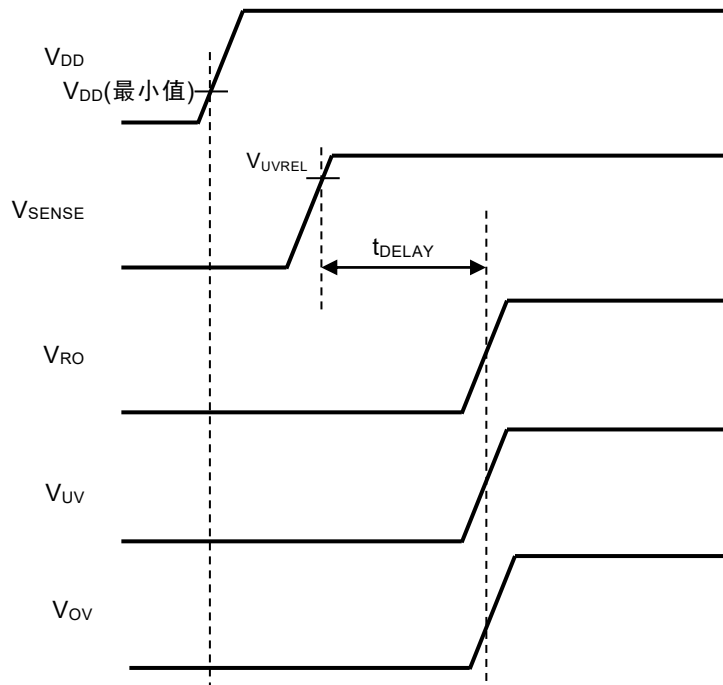

图41
- (1) 按VDD端子、SENSE端子的顺序接通 (参阅图41)
- (2) VDD端子和SENSE端子同时接通